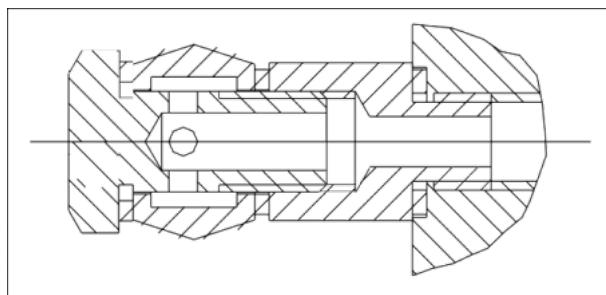

Рис. 33
- ◆ Подключите гидравлический силовой блок к гидросистеме гибкой трубкой. (*Рис. 33*)
Подъемник способен работать при напряжении 400В в трех-фазной конфигурации; если напряжение электрической сети иное, то необходимо изменить подключение электромотора и трансформатора. (*Рис. 33*) Также необходимо заменить термореле, запросив замену у производителя и/или сервисного центра.